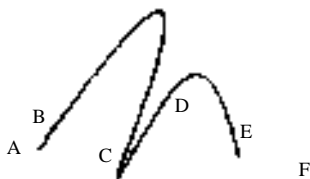

图 4.3.6 指定起点切向
- (1) 指定起点。选取 A 点作为样条曲线的起点。
- (2) 在输入下一个点或 [起点切向(T)/公差(L)]的提示下输入字母 T，按 Enter 键。
- (3) 指定样条曲线的起点切向和拟合点。依次选取样条曲线的 B、C、D、E 四个位置点，此时样条曲线如图 4.3.6 所示。